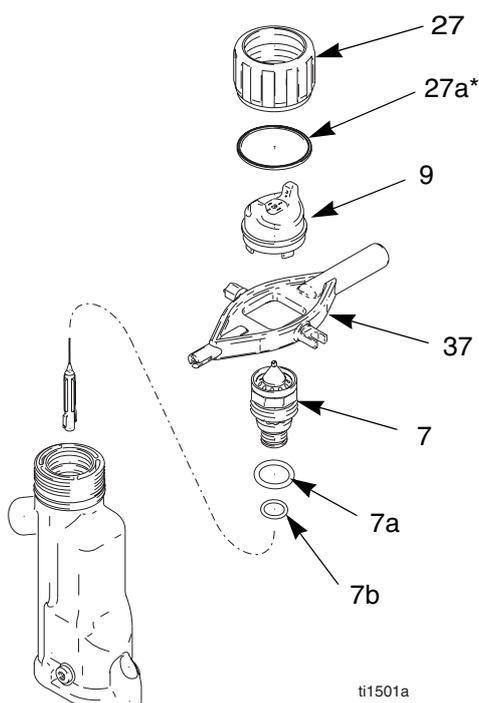

Fig. 9. Remplacement de l'ensemble chapeau d'air/buse
2. Enlever la bague de serrage (27) et le chapeau (9). Voir Fig. 9.
3. Diriger le pistolet vers le haut et presser la gâchette pendant le démontage de la buse produit (7) à l'aide de la clé multi-usage (37).